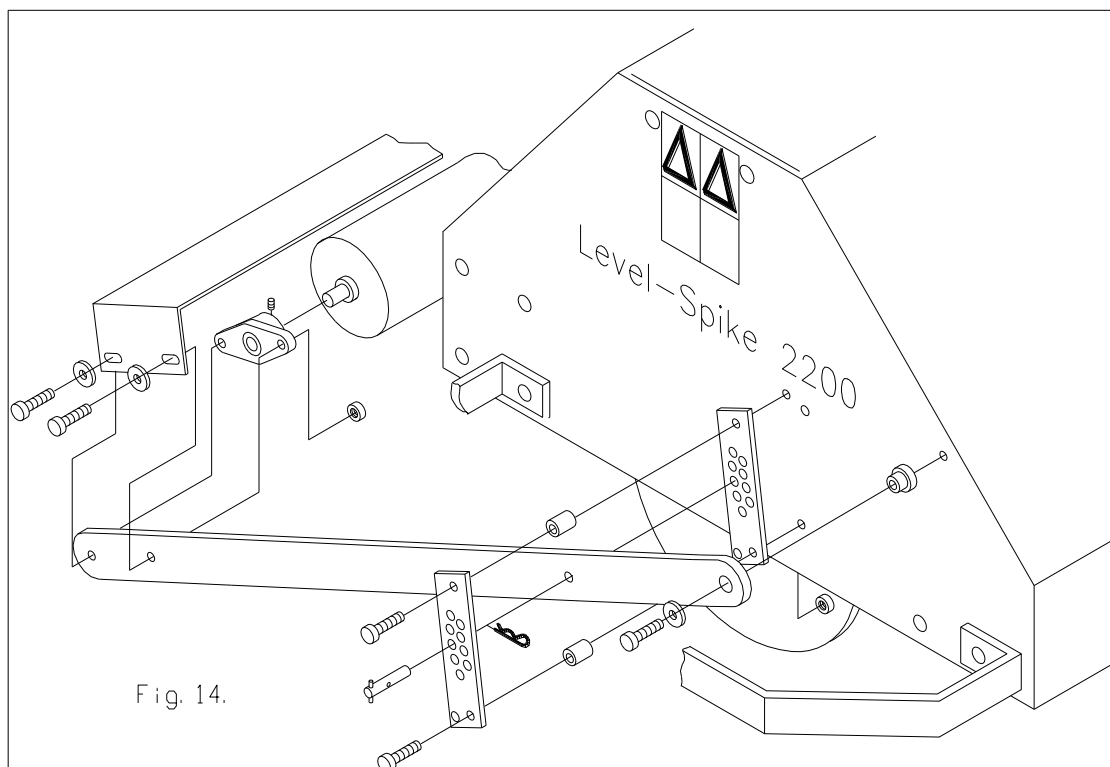

Fig. 14.
11.5 BAGVÅLSE-KIT, se fig.14.
Et bagvalse-kit (nr. 213.170.002 til 1700 og nr.213.220.002 til 2200) fås til begge LEVEL –SPIKES modeller. På fig.14. vises montagen af bagvålsen. Vålsen monteres lige fremad.